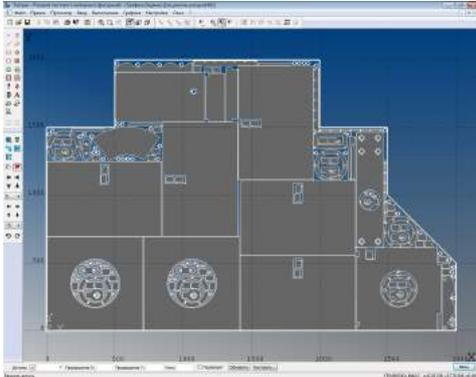

Рис. 1
- Разместить детали на листах и деловых отходах произвольной формы (Рис.1)